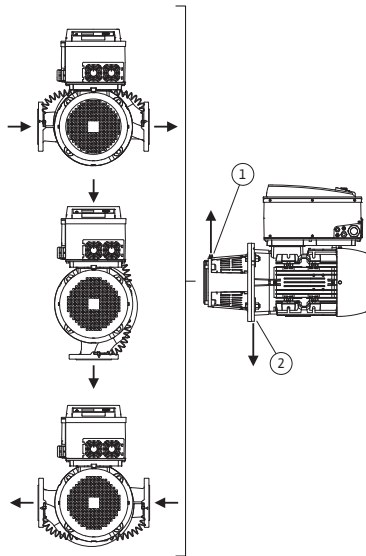
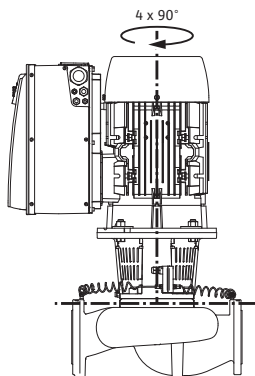

Fig. 18: Tilladte installationspositioner med horisontal motoraksel
Fig. 19: Tilladte installationspositioner med vertikal motoraksel
De tilladte installationspositioner med horisontal motoraksel og elektronikmodul, der vender opad (0°), er vist i fig. 18. De tilladte installationspositioner med elektronikmodul monteret på siden (+/- 90°) er ikke afbildet. Enhver installationsposition undtagen ”elektronikmodul nedad” (- 180°) er tilladt. Udluftningen af pumpen er kun sikret, hvis udluftningsventilen peger opad (fig. 18, pos. 1).
Kun i denne position (0°) kan opstået kondensat bortledes målrettet via en eksisterende boring, pumpelanterne samt motor (fig. 18, pos. 2).
De tilladte installationspositioner med vertikal motoraksel er vist i fig. 19. Enhver installationsposition undtagen ”motor nedad” er tilladt.
- Udluftningsventilen på lanternen (fig. 6, pos. 1.31) skal ved horisontal motoraksel altid pege opad (fig. 1). Ved vertikal motoraksel kan den pege i alle retninger. Se i den forbindelse Fig. 18: „Tilladte installationspositioner med horisontal motoraksel“ på side 204 eller Fig. 19: „Tilladte installationspositioner med vertikal motoraksel“ på side 204.
- Ved horisontal motoraksel er det nødvendigt at kondensathullet vender nedad (fig. 18, pos.2). Motoren skal evt. drejes, så dette overholdes.